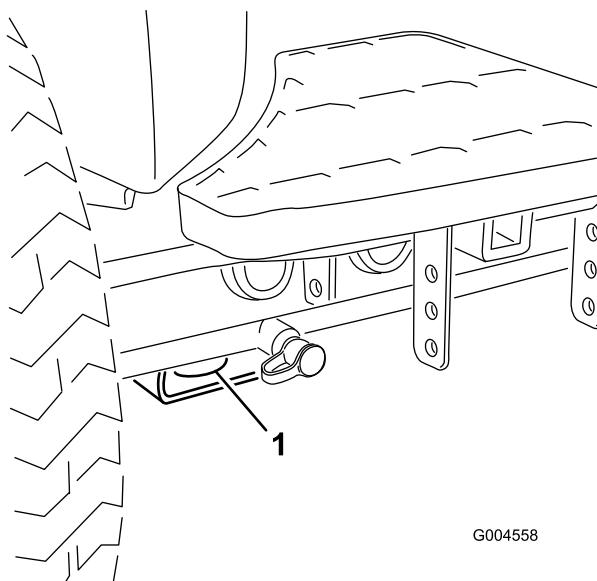

Figure 24
- Avant – trou du patin rectangulaire, sous le tube d'essieu, à l'intérieur de chaque roue avant (Figure 24).